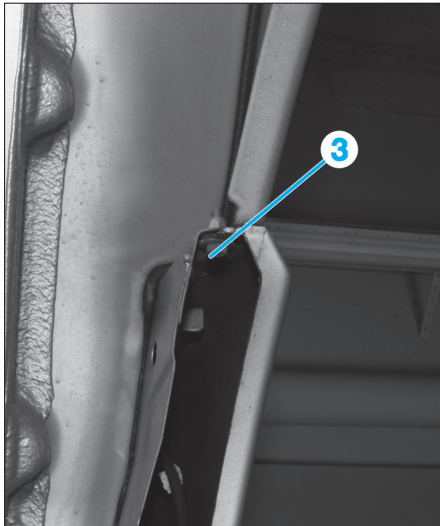

Fig. 109
- Déposer les vis (3) situées à chaque extrémités (Fig.109).